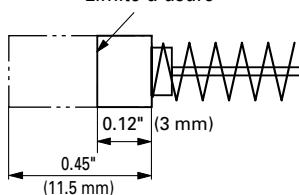

Fig. 32
4. Contrôle des balais en carbone (Fig. 32)